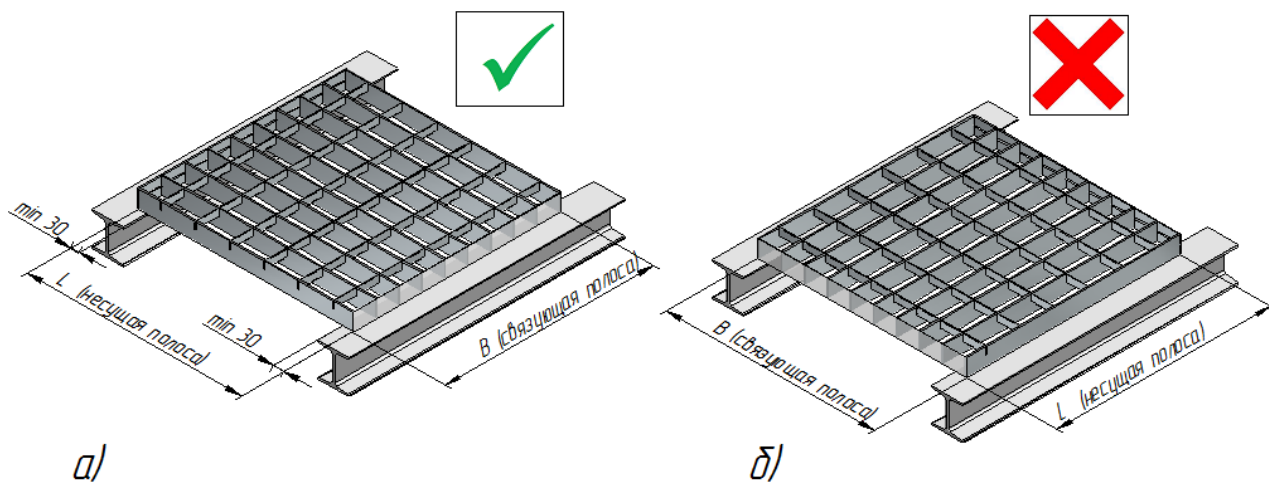

Рис. 1 Пример расположения настила на опорах:
1.4 При выборе необходимо учитывать ориентирование решеток относительно опор. Так как в решетчатом настиле нагрузку несут только несущие полосы, они должны быть направлены перпендикулярно несущим конструкциям (см. Рис. 1) и опираться концами на эти конструкции. Минимальная величина опоры должна быть равна высоте несущей полосы, но не менее 30 мм. на сторону